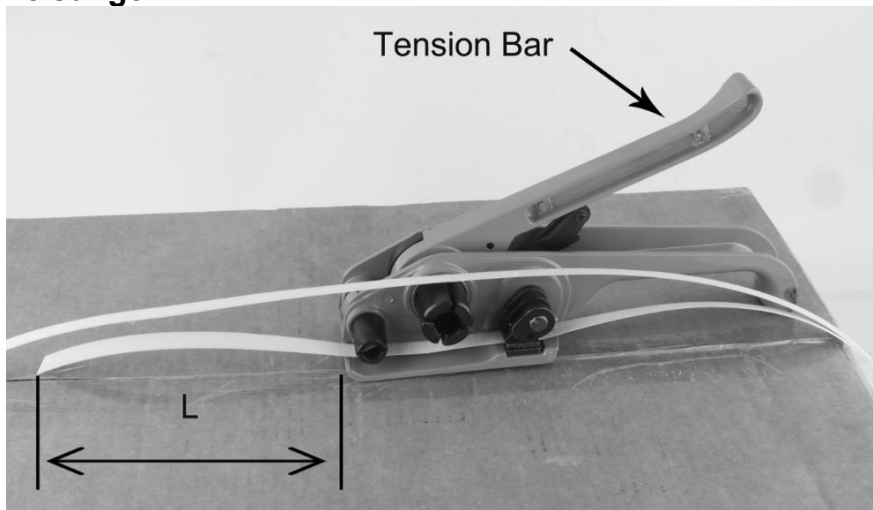

Abb. 1
1. Umreifen Spannvorrichtung siehe Abb. 1 , Spannstange drücken und Gurtband einlegen , $L \geq 3$ Zoll (8 cm).